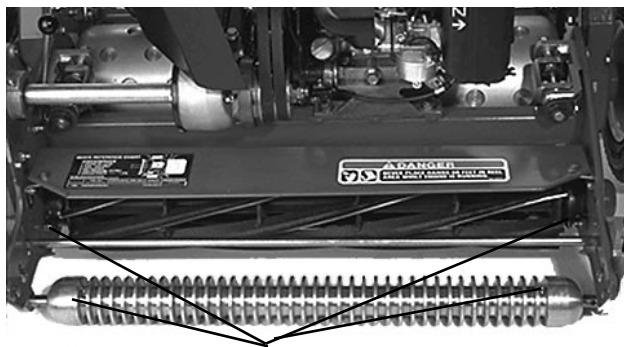
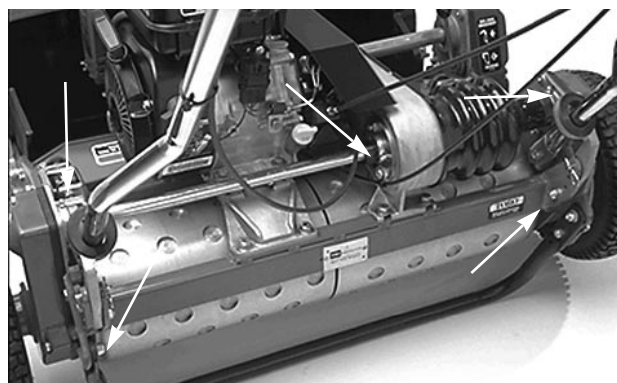

Fig. 17
Fig. 18
2. Der findes smørefittings på følgende steder: 2 stk. på frontrullen (Fig. 17), 2 stk. på knivcylinderlejerne (Fig. 17), 2 stk. på tromleakslerne (Fig. 18), 3 stk. på differentialiet (Fig. 18), 2 stk. på knivcylinderens mellemakslejer (Fig. 19) og 1 stk. på remmens mellemhjuls drejepunkt (Fig. 20).